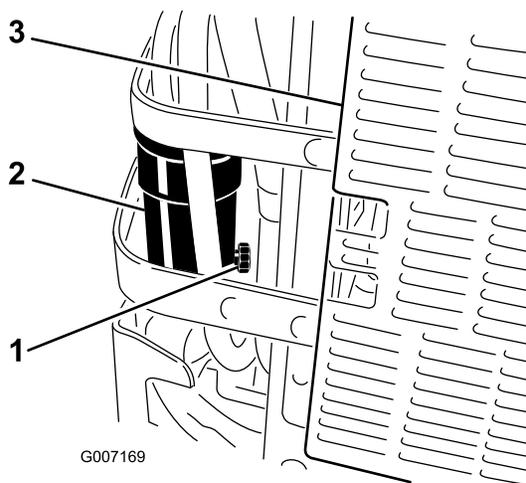

Bild 67
5. Öffnen Sie das Ablassventil am Wasserabscheider um ca. eine Umdrehung, damit das Wasser und andere Verunreinigungen ablaufen können (Bild 67).
6. Schließen Sie das Ablassventil, wenn Diesel austritt (Bild 67).